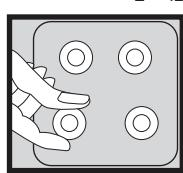

Fig. 1
- Fig. 1 Mettez l'interrupteur mural hors tension.